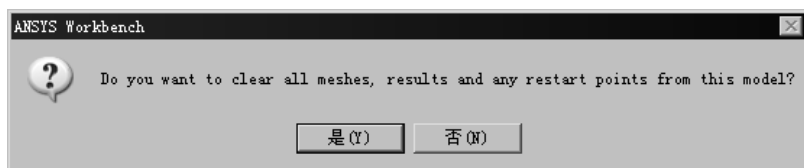

图 4.2.3 “ANSYS Workbench”对话框
如果需要清除几何体中的网格，可以在“Outline”中右击 Mesh，在弹出的快捷菜单中选择 Clear Generated Data 命令，在弹出的图 4.2.3 所示的“ANSYS Workbench”对话框中单击 是(Y) 按钮即可。